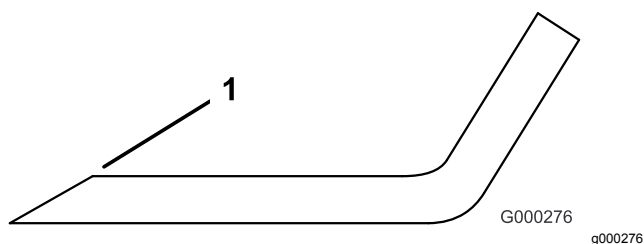

Рисунок 112
3. Проверьте режущие кромки всех ножей и заточите их, если они затупились или имеют зазубрины (Рисунок 112).
Примечание: Чтобы ножи всегда оставались острыми, затачивайте только верхнюю сторону режущей кромки и сохраняйте первоначальный угол заточки (Рисунок 112). Балансировка ножа не нарушается, если с обеих режущих кромок удаляется одинаковое количество материала.